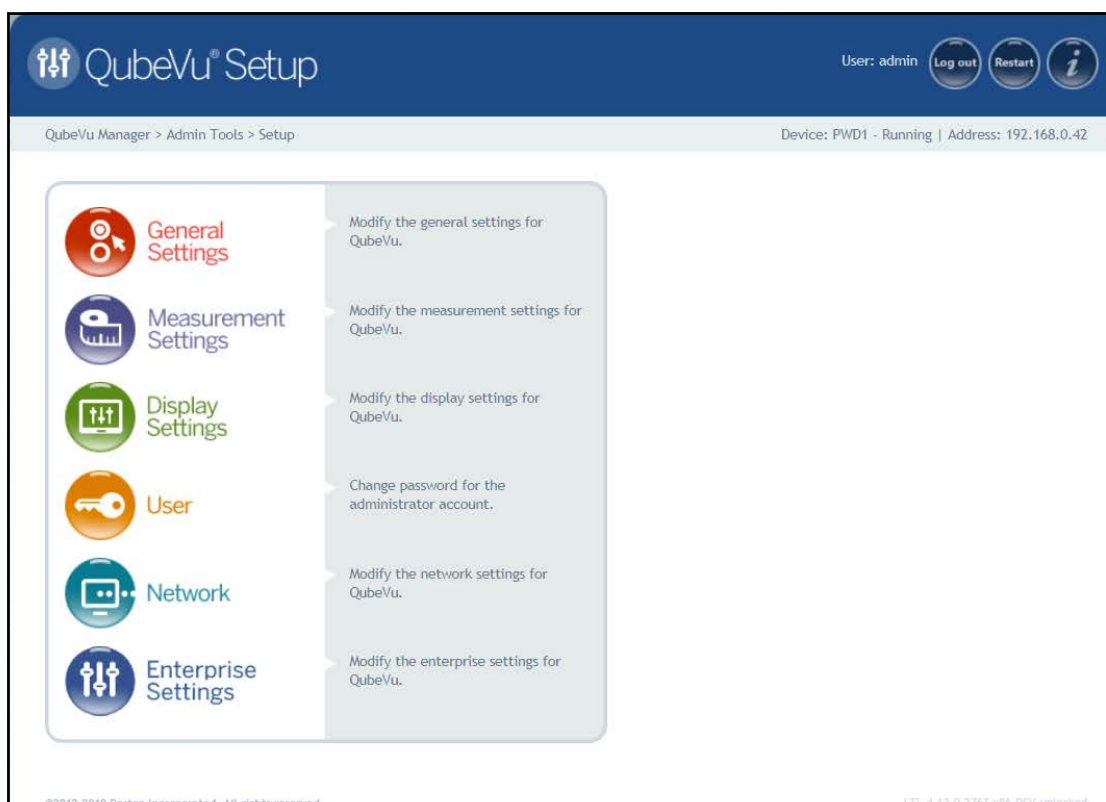

Figura 3-1. Menu Setup (Impostazione)
- Premere  **General Settings** nel menu **Setup** (Impostazione) (Figura 3-1 a pagina 12) per accedere al menu **General Settings** (Impostazioni generali).
4. Premere  **Measurement Settings** nel menu **Setup** (Impostazione) (Figura 3-1 a pagina 12) per accedere al menu **Measurement Settings** (Impostazioni di misura).